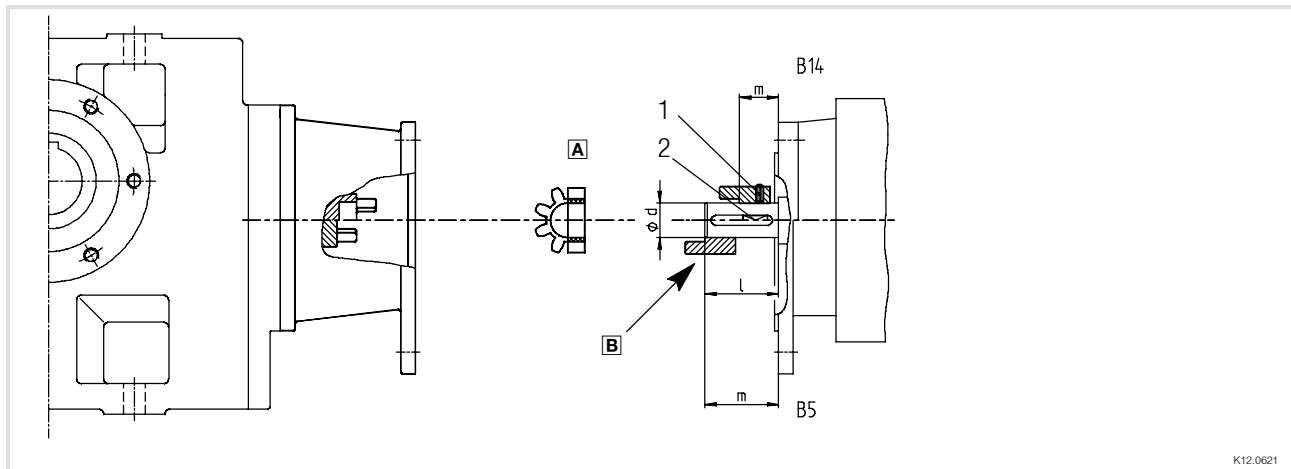

Abb. 2 Antriebsseitige Ausführung N
1. Motorpassfeder (2) montieren.
2. Kupplungsnabe auf die Motorwelle schieben, Maß m (s. Abb. 2 und Tab. 2) einhalten.
3. Kupplungsnabe gegen axiale Bewegung mit der Feststellschraube bzw. Klemmschraube (1) sichern.
2. Kupplungsnabe auf die Motorwelle schieben, Montagemaß "m" (s. Abb. 2 und Tab. 2) einhalten.